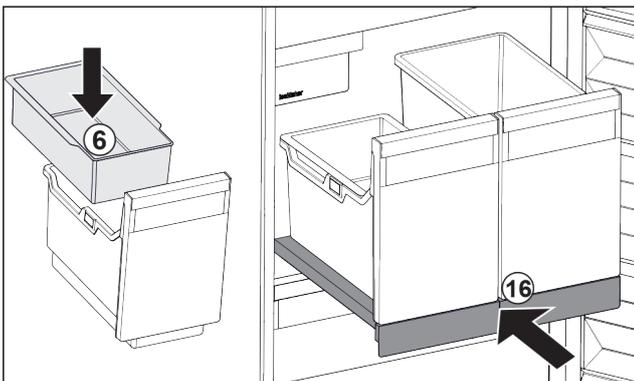

Fig. 30
- ▶ Installer le balconnet Fig. 30 (6) pour glaçons.
- ▶ Rentrer le compartiment coulissant avec le bac (IceTower). Fig. 30 (16)